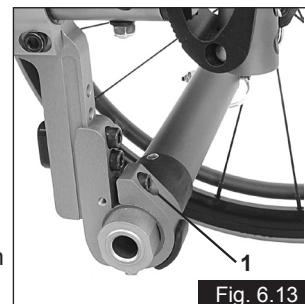

Fig. 6.13
Para ajustar la altura trasera del asiento, afloje y retire los 4 tornillos Torx (1) (dos a cada lado) y la arandela de rosca (2) que sujeta la abrazadera (3) de los tubos de camber a las pletinas del eje (4). Ajuste las dos abrazaderas de los tubos de camber (3) a la altura deseada, y vuelva a atornillar los 4 tornillos Torx. Antes de apretar los tornillos, siga las instrucciones para establecer el ángulo de inclinación en cero (Vea Fig. 6.13 - 6.15). Apriete los tornillos a 7 Nm.
Ajuste de la alineación de las ruedas (Fig. 6.13 - 6.15)